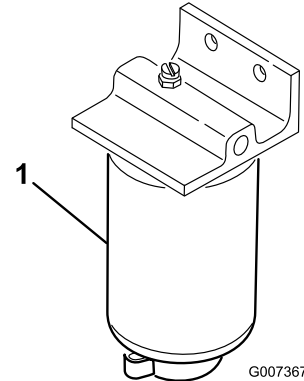

Figura 53
1. Coloque un recipiente limpio debajo del filtro de combustible (Figura 53).